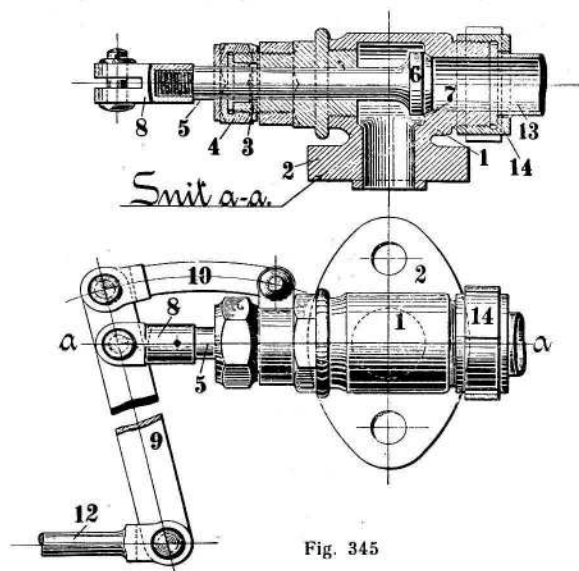
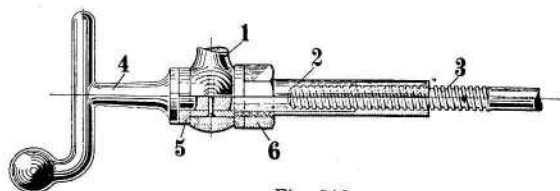

Fig. 345
Fig. 346
Fig. 346: I et på kedelvæggen fastgjort styr (1) er der lejret et rørformet hylster, hvis forreste del er forsynet med et indvendigt gevind for den skrueskårne ende af trækstangen ((12) i fig 345). Drejes håndtaget (4) vil trækstangen bevæge sig indad eller udad i hylstrets gevind og henholdsvis åbne eller lukke dampventilen.